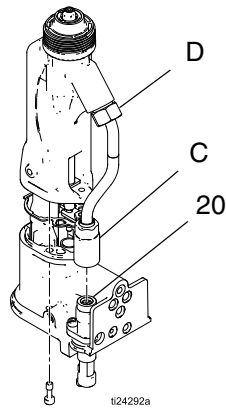

图 15. 清洗连续式流体过滤器
6. 卸下底部流体管接头 (C) 和流体过滤器 (20)。参见图 15。在兼容的溶剂中清洗过滤器。